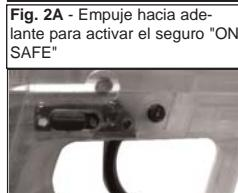

Fig. 2A - Empuje hacia adelante para activar el seguro "ON SAFE"
- Empuje el seguro hacia "S", cubriendo el punto rojo y dejando ver el punto blanco. (Fig. 2A). El seguro no está "ON SAFE" (activado) a menos que se haya empujado completamente hacia adelante y esté cubriendo el punto rojo.